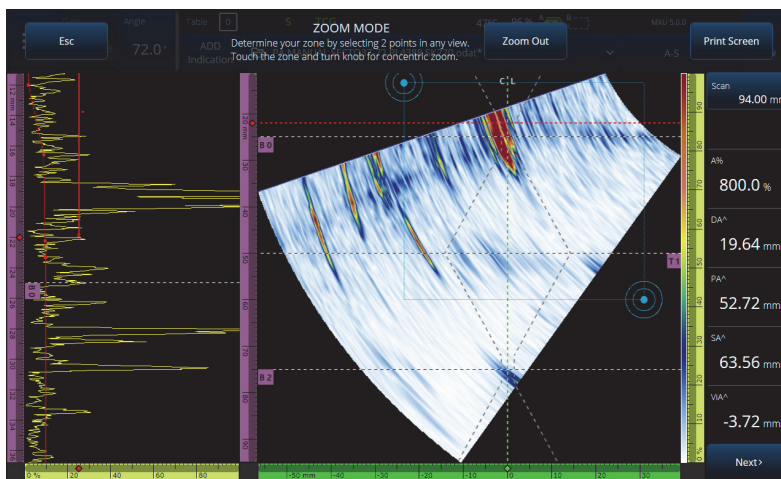

图 2-11 放大示例
1. 按放大键 (🔍)，启动（或关闭）放大模式（参见第 38 页的图 2-11）。
- ◆ 按放大键（），启动放大模式（参见第 38 页的图 2-11），然后点击所显示的 **Print Screen**（打印屏幕）。